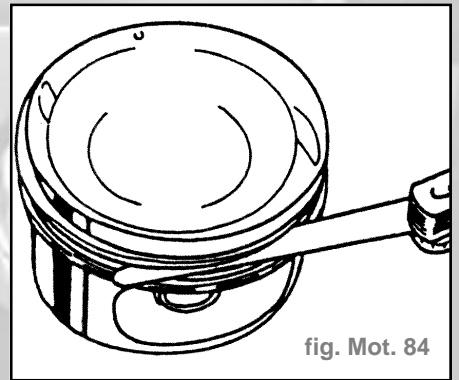

fig. Mot. 84
- Mesurer le jeu axial des segment (fig. Mot. 84).